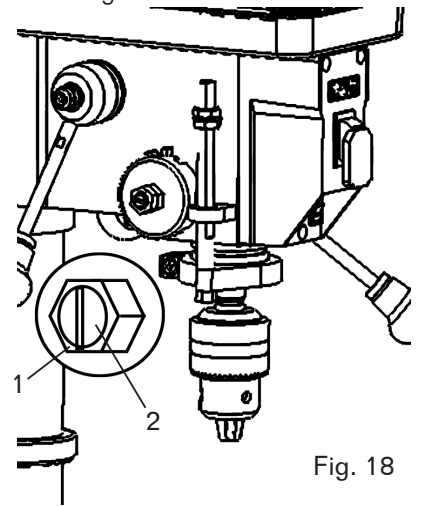

Fig. 18
## "JUEGO" ANGULAR DEL HUSILLO (FIG. 18)
1. Afloje la tuerca exterior (Fig. 18 - 1) aproximadamente 1/8 de pulgada.
2. Sin obstruir el movimiento hacia arriba y hacia abajo del husillo, gire el tornillo (Fig. 18 - 2) en el sentido de las agujas del reloj para eliminar el "juego".
3. Apriete la contratuerca (Fig. 18 - 1).